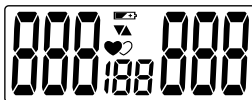

Рис.12
3. На дисплее кратковременно высветятся все символы (рис. 12), прозвучат два коротких звуковых сигнала. После звукового сигнала, на экране высветится "0" и начнет мигать маркер "▲". Это означает, что прибор готов к измерению (рис. 13).